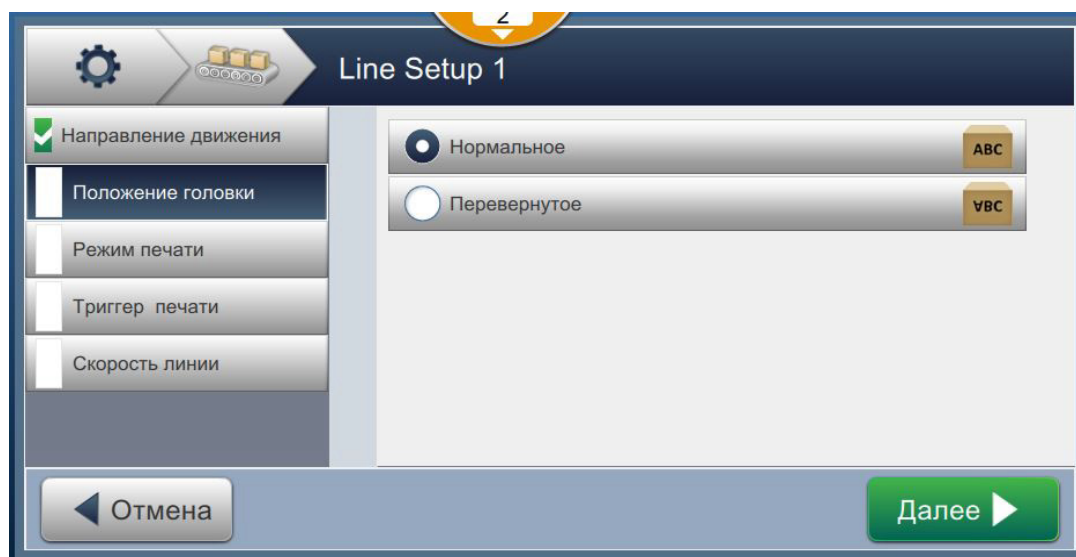

Рис. 6-29: Наладка линии — ориентация печатающей головки
1. Выберите ориентацию печатающей головки, как показано на Рис. 6-29.